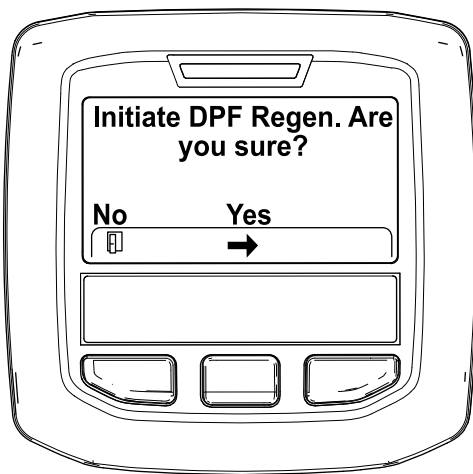

図 45
4. Initiating DPF Regen DPF 再生開始 Are you sure? というメッセージが表示されるので、中央ボタンを押す 図 45。